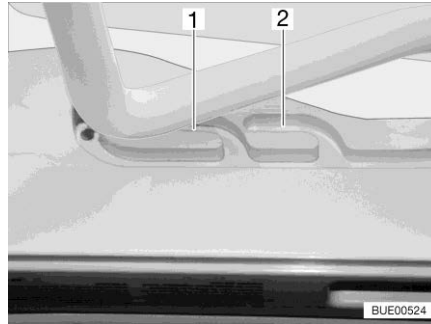
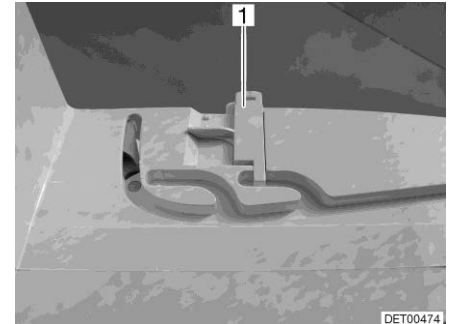

Bild 110 Spår (ventilationsläge)
Bild 111 Lås (ventilationsläge)
Heki-takluckan kan ställas i två ventilationslägen: Läget för dåligt väder (Bild 110,1) och mittläget (Bild 110,2). Beroende på modell kan takluckan låsas i mittläget med de båda spärrarna (Bild 111,1) till höger och vänster om ramen till takluckan.
- Tryck bygel lätt uppåt och skjut in den i det valda spåret (Bild 110,1 eller 2) och lås eventuellt.